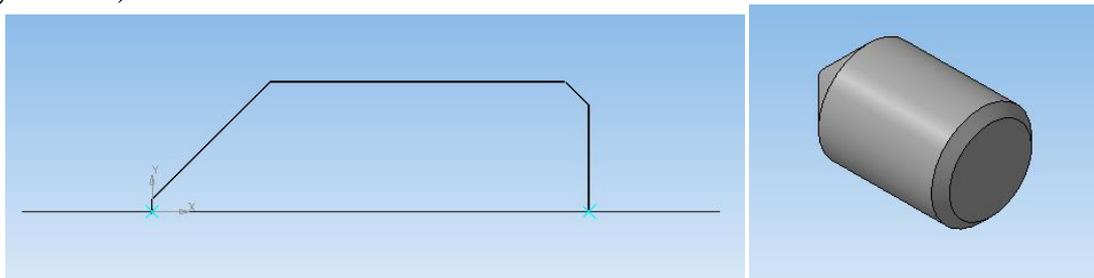

Рисунок 97.
3. Разрушите и отредактируйте изображение (рисунок 97).
4. Выберите команду «Операция вращения», создайте тело вращения (рисунок 97).